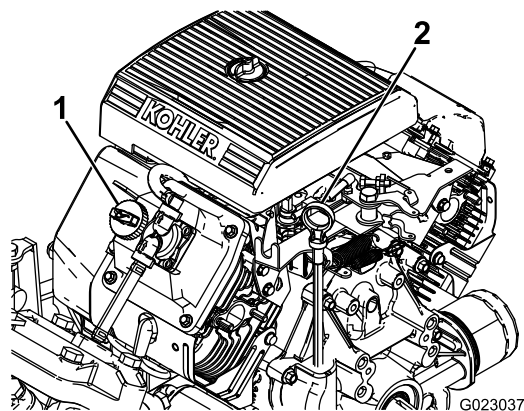

Figura 10
2. Retire a vareta e limpe-a com um pano limpo (Figura 10).
4. Se o nível de óleo estiver baixo, deverá retirar a tampa de enchimento da cobertura da válvula (Figura 10) e deitar óleo na abertura até que o nível suba até à marca CHEIO da vareta; consulte Verificação do óleo do motor \(página 51\) acerca do tipo e viscosidade do óleo.